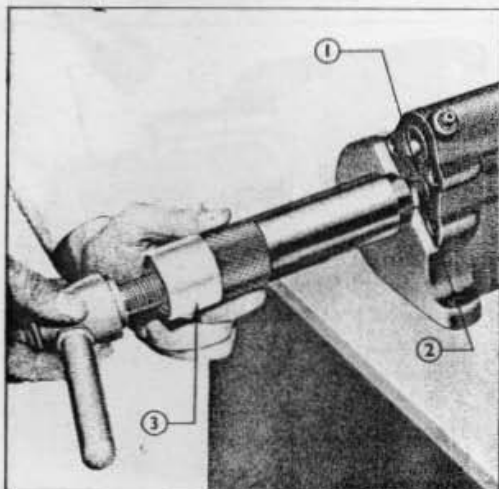

Fig. 21
8. Fixer l'adaptateur d'extraction T-8510-1/f sur l'outil principal T-8510, visser l'extrémité extérieure de l'adaptateur dans le bouchon du clapet de décharge, à l'extrémité avant du logement du clapet de décharge, et extraire le bouchon (fig. 21).